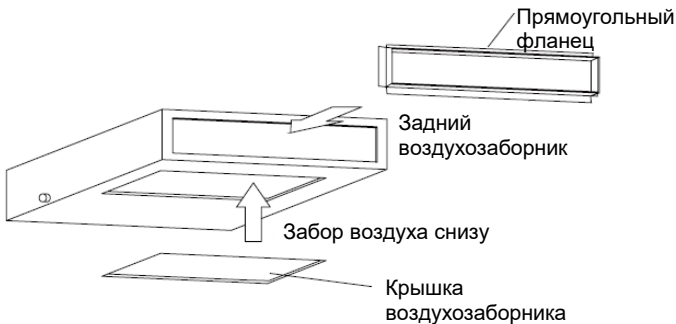

Рис. 11
- а. Прямоугольный фланец воздухозаборника обычно установлен на задней части агрегата, а нижний воздухозаборник закрыт (см. рис. 11)